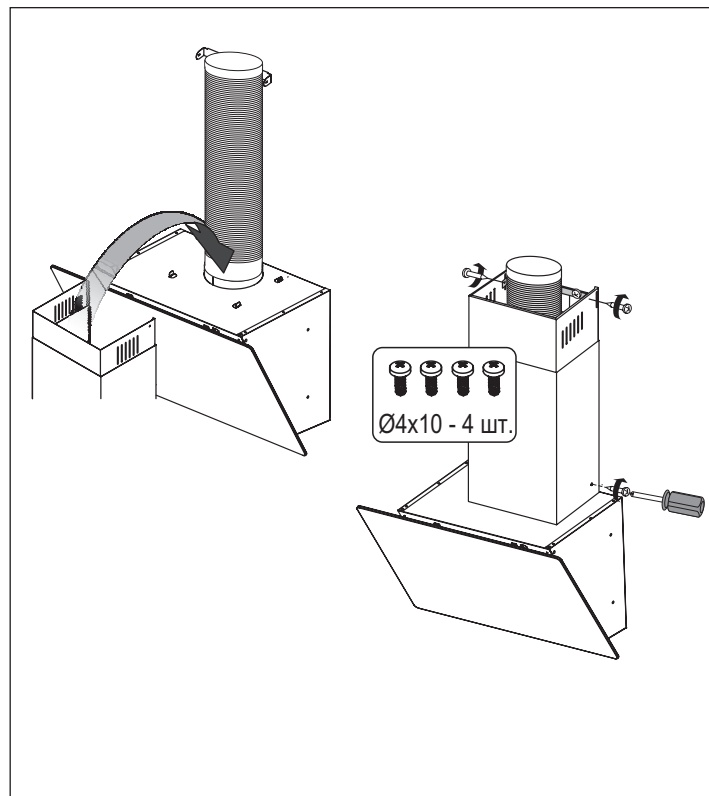

Рис. 11
10. Установите декоративный короб вытяжки и зафиксируйте его винтами (Рис. 11).